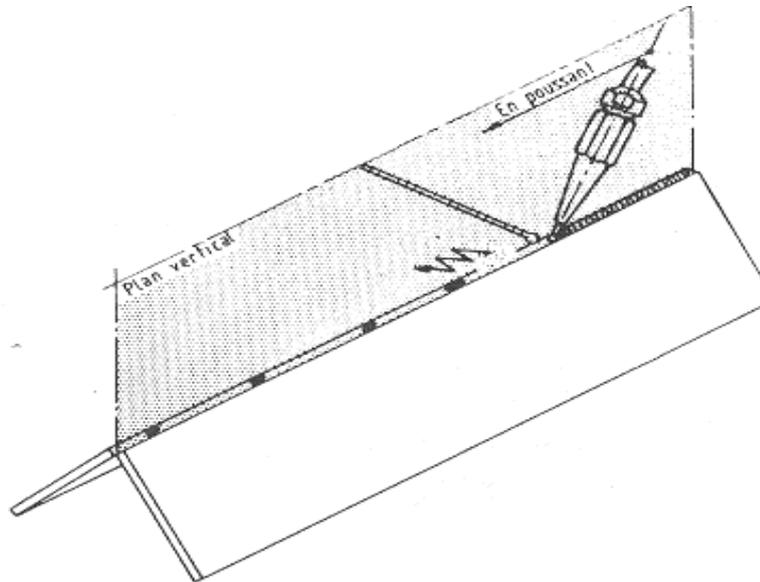

Figure. 2.58
7. Placer la pièce en position gouttière et réaliser le soudage avec métal d'apport. (Figure. 2.58)